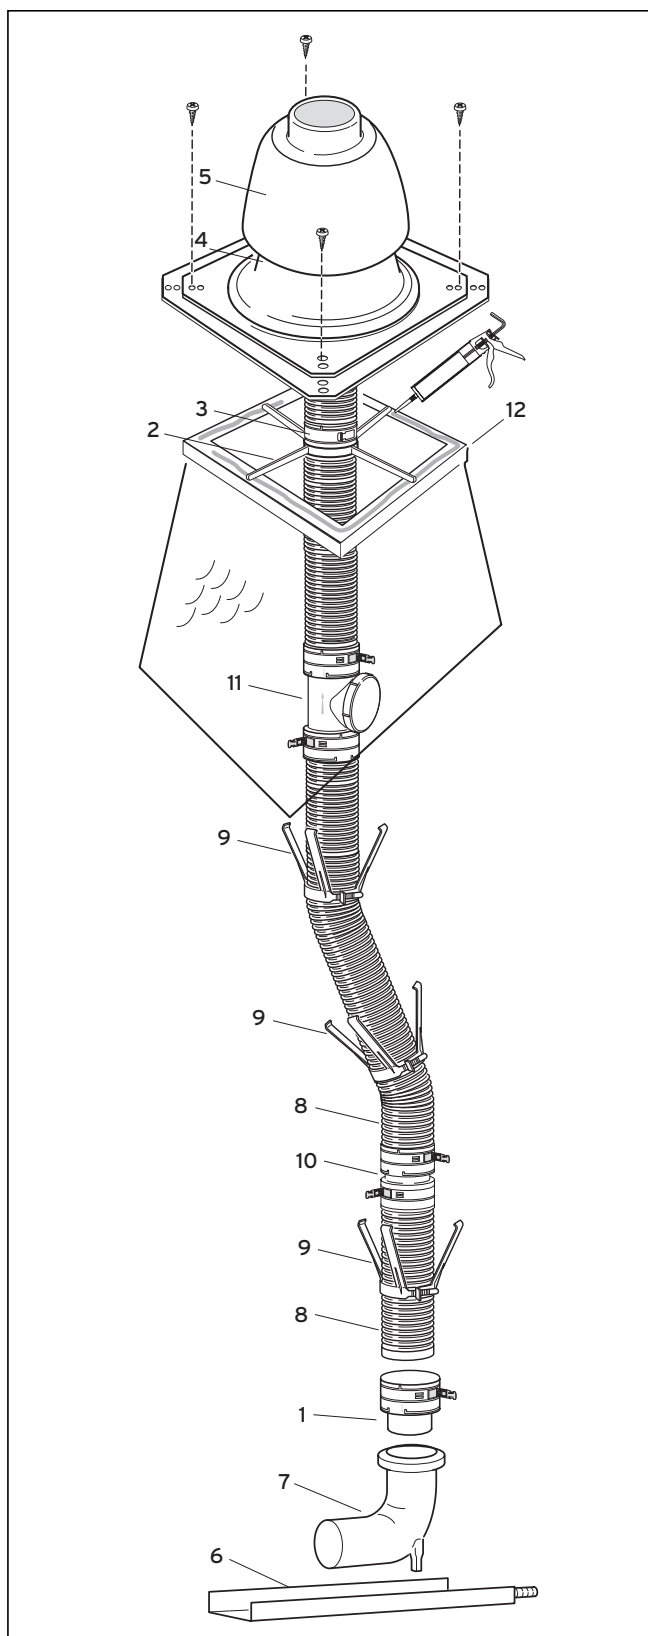

Рис. 5.24 Системная конструкция гибкого дымохода
- Установите на дымоход ограничитель (9, рис. 5.24) на расстоянии не более 2 м.
- Вставьте монтажную крестовину (2) по дымоходу (8) на стенку шахты, см. рис. 5.24.
- Наденьте соединительное кольцо (3) на дымоход (8) и зафиксируйте его защелками над монтажной крестовиной (2). Дымоход висит в монтажной крестовине.
- Уплотните края горловины шахты (12) силиконом.